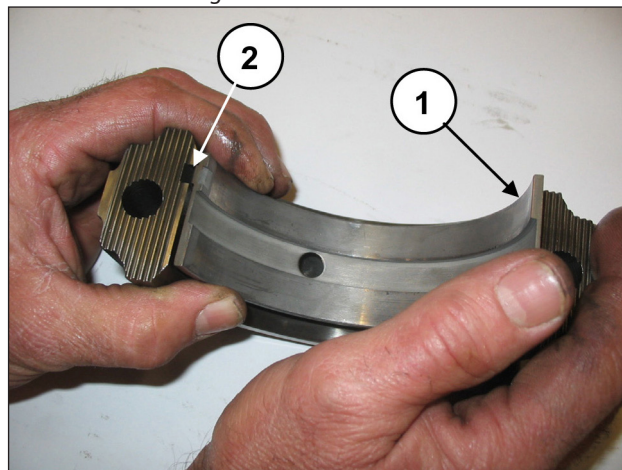
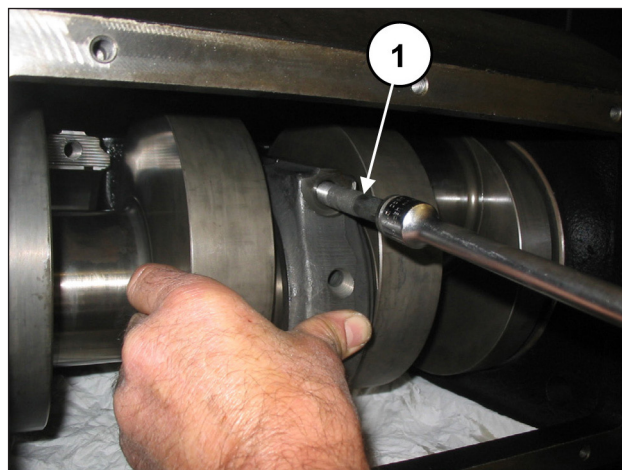

Abb. 58
Abb. 59
Montieren Sie die unteren Lagerschalen an die Pleueldeckel (Pos. ①, Abb. 58) und vergewissern Sie sich dabei, dass die Bezugsmarkierung der Lagerschalen in der entsprechenden Aufnahme am Deckel zu liegen kommt (Pos. ②, Abb. 58). Befestigen Sie die Pleueldeckel mit Pleuelhälften anhand der Schrauben M12x1.25x87 (Pos. ①, Abb. 59).